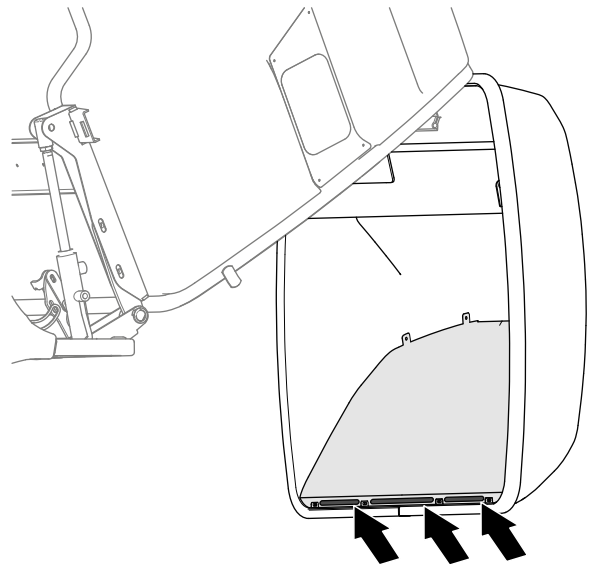

Figura 141
6. Folosind aer comprimat, curățați iarba i reziduurile din fanțele din partea inferioară a plăcii metalice interioare a trapei buncărului. (Figura 141).